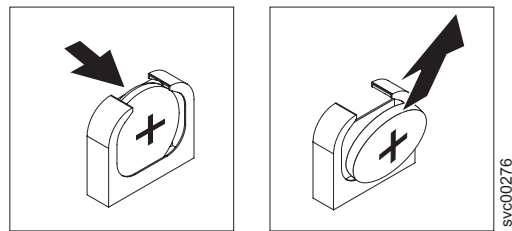

図 133. SAN ポリユーム・コントローラー 2145-8G4 CMOS バッテリー・ホルダー
4. 図 133に示すように、CMOS バッテリーを除去します。